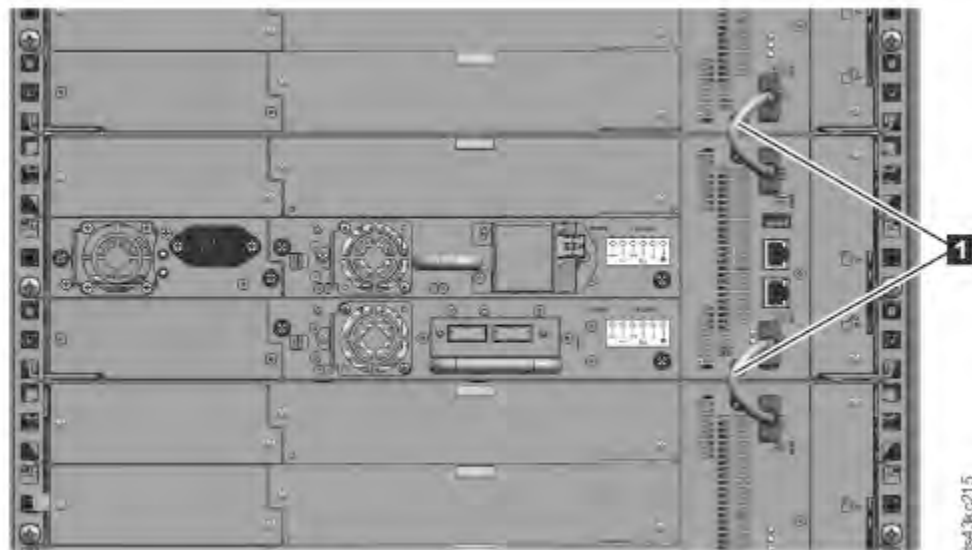

Figure 48. Modules connectés
5. Depuis l'arrière de la bibliothèque, connectez les modules de chaque paire à son module adjacent en utilisant les câbles d'interconnexion d'extension (**1**) comme illustré dans Figure 48, à la page 68.